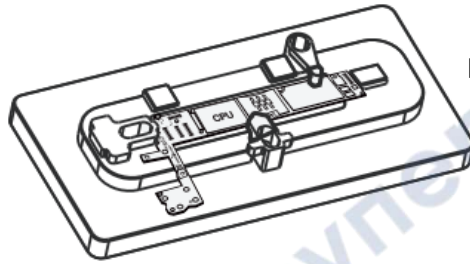

Рисунок 9
2. Отрегулируйте положение платы и зафиксируйте ее (рисунок 9).